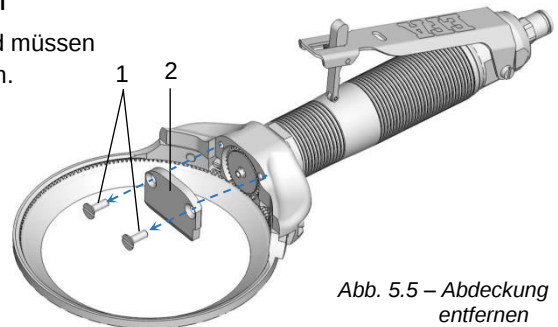

Abb. 5.5 – Abdeckung entfernen
1) Abdeckung entfernen, s. Abb. 5.5.
2) Schärfeinheit (1) an Stelle der Getriebeabdeckung mit den Schrauben (2) an den EFA Trimmer montieren.